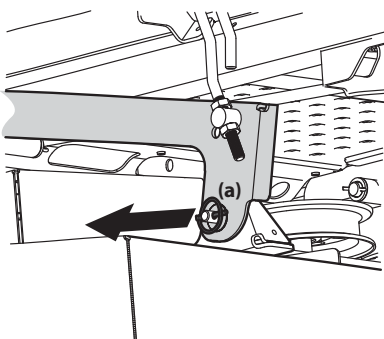

Figure 4-21
6. Repérez la goupille de déverrouillage (a) placée sur chaque côté du plateau de coupe. Retirez les goupilles pour dégager les deux bras de relevage. Voir Figure 4-21.
5. Retirez les goupilles de déverrouillage et placez le plateau de coupe de façon à aligner les trous sur les bras de relevage avec les goupilles. Voir Figure 4-21.